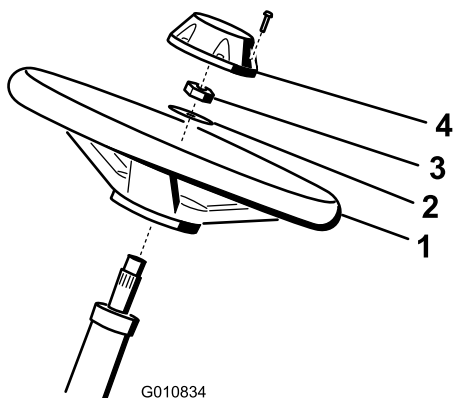

图 5
- 将方向盘滑入转向轴 图 5。
- 将垫圈滑入转向轴 图 5。
- 使用锁紧螺母将方向盘固定到转向轴上上紧扭矩至 2735 N·m 图 5。
- 将中心盖安装到方向盘上并用 6 个螺栓固定 图 5。